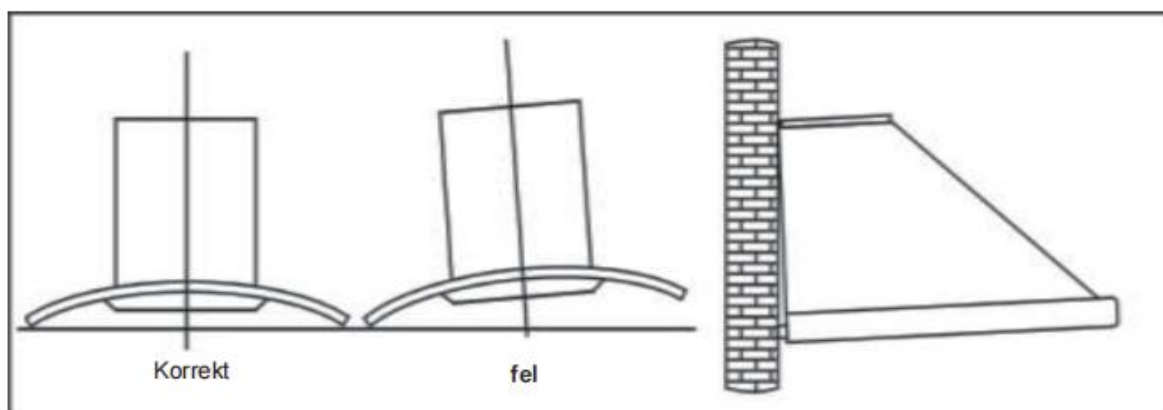

Figure 5
3.5 Fäst den inre skortenen i skorstensfästet med skurvar och fixera kroppen med säkerhetsskruvar(se figure 5)